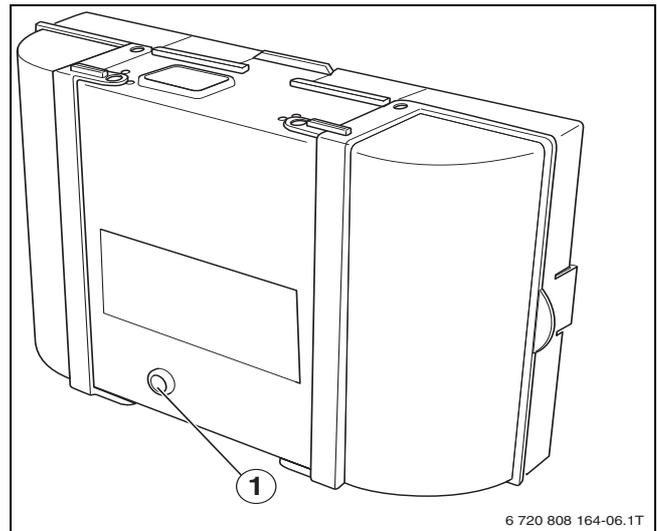

Bild 10 Störungen am Feuerungsautomaten zurücksetzen
► Reset-Taste am Feuerungsautomaten drücken (→Bild 10).